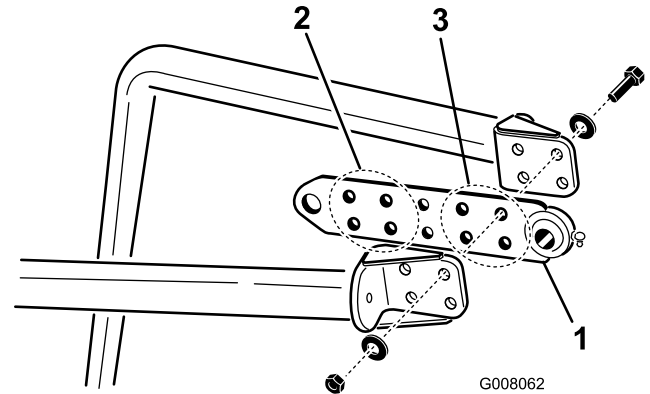

Figura 13
2. Fissare la linguetta di montaggio tra i due bracci di traino nella parte anteriore, utilizzando 4 viti da 1/2 x 2-1/4 pollici, 8 rondelle e 4 dadi di bloccaggio. Posizionare le linguette come illustrato nella Figura 13. Utilizzare i fori anteriori per l'arieggiatore 660 e i fori posteriori per gli arieggiatori 864 e 880.